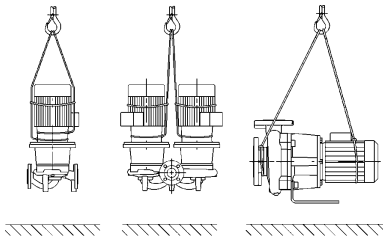

Fig. 7: Транспортування насоса
- Транспортувальні вушка на двигуні призначені при цьому лише для направлення під час підймання вантажу (Fig. 7).